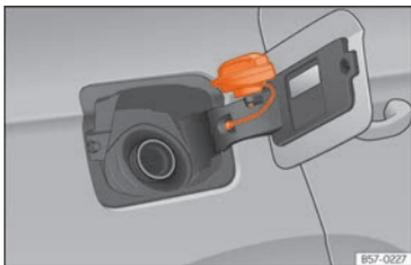

Abb. 205 Tankklappe mit aufgestecktem Tankverschluss.
- Platzieren Sie den Verschluss in der Ausparung, die sich im Scharnier der geöffneten Tankklappe befindet »» **Abb. 205**.